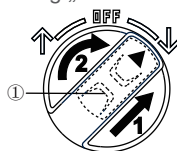

Abbildung 9
### Ein- und Ausschalten des Geräts (Abbildung 9)
1. Drücken Sie die sich in der Mitte des Ein-/Aus-Schalters (12) befindliche Sicherheitsverriegelung (①) nach vorne. Drehen Sie dann wie in Abbildung 9 gezeigt den Ein-/Aus-Schalter (12) nach rechts.
2. Möchten Sie das Gerät wieder ausschalten, bringen Sie den Ein-/Aus-Schalter (12) zurück in die mittlere Stellung „AUS“.